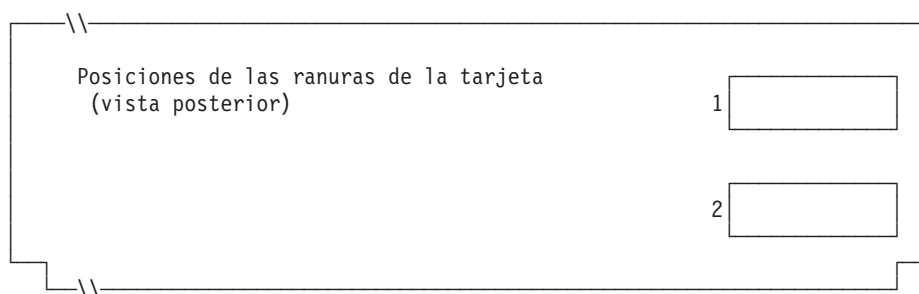

Figura 108. Parte posterior del Terminal de Punto de Venta IBM 4694-2x7
4. En la Figura 108 marque con una X cada ranura de tarjeta que tenga instalado un Adaptador Asíncrono Dual **para que lo utilicen las aplicaciones de terminal**. No ponga ninguna X si la tarjeta va a ser utilizada por aplicaciones distintas a las de terminal.